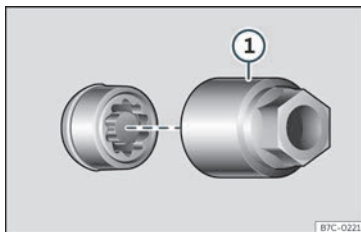

Fig. 32 Caragol antirobatori de la roda amb caputxó i adaptador.
- Encaixeu l'adaptador especial >>> fig. 32 ① (eina de bord >>> pàg. 41) en el caragol antirobatori de la roda fins al límit.